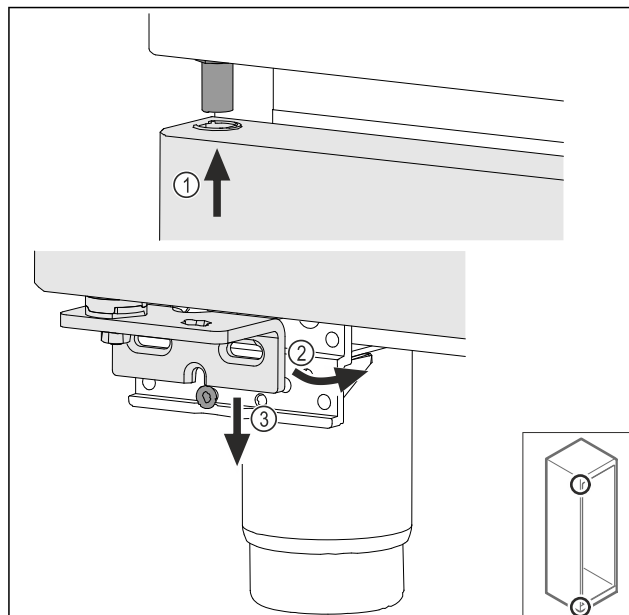

Fig. 39
- ▶ Rahlo nagnjena vrata vstavite zgoraj Fig. 39 (1), poravnajte vrata Fig. 39 (2) in jih spodaj postavite na vijak ležajnega podstavka Fig. 39 (3).